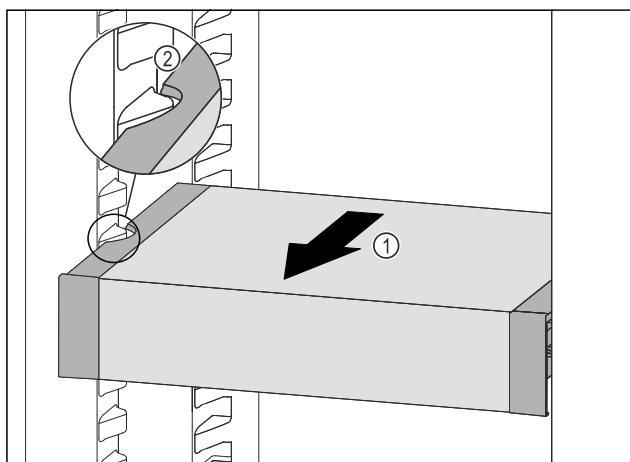

Fig. 151
- Tirer le VarioSafe vers l'avant Fig. 151 (1) jusqu'à ce que les encoches latérales du VarioSafe se trouvent au niveau de la nervure du bac dans la partie réfrigérateur. Fig. 151 (2)